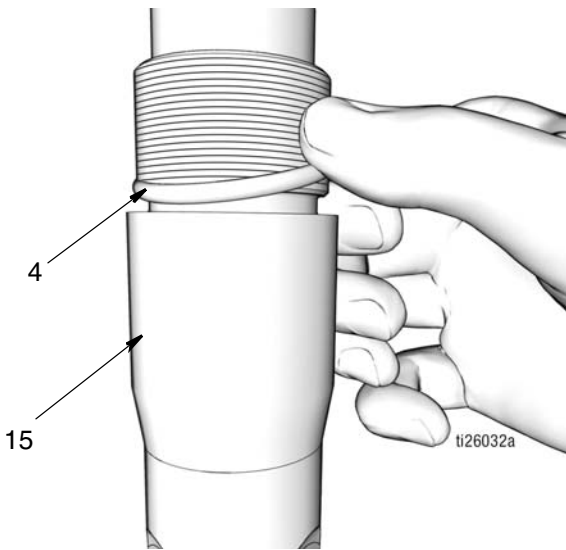

图 44
- b. 在 O 形圈 (4) 上抹上薄薄一层滑脂。
将 O 形圈安装在止回阀 (15) (图 44) 上。